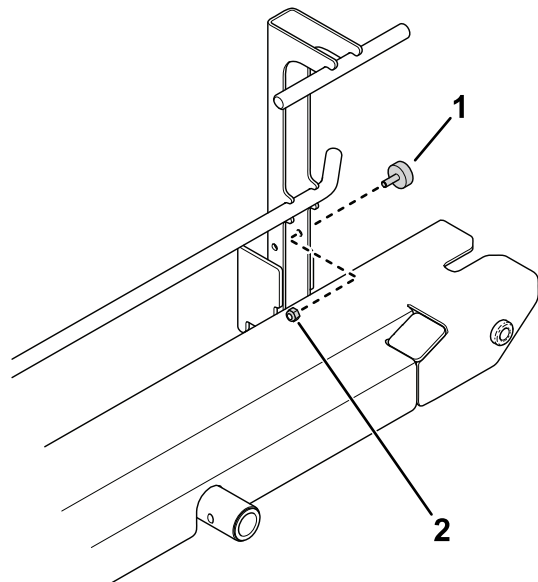

**Рисунок 10**
2. Используйте 10 болтов (5/16 x 3/4 дюйма) и 10 контргаек с нейлоновыми вставками (5/16 дюйма), чтобы присоединить направляющую пластину к узлу рампы (Рисунок 10).